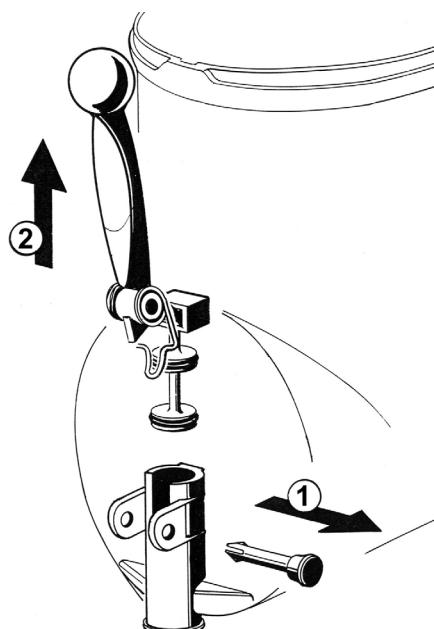

figura 12
- 5 Extraiga el grifo desatornillando el perno de bloqueo y tirando la palanca hacia arriba. (ver figura 12).
3 Armar de nuevo el grifo sobre el contenedor siguiendo la secuencia inversa a la detallada para el desmontaje (verde figura 12).